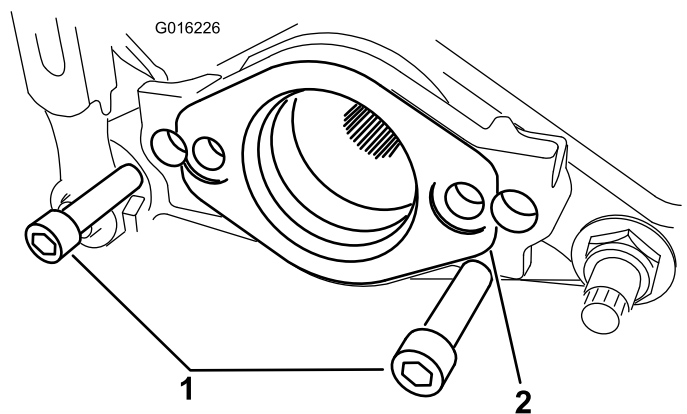

图3
7. 如果要将此套件安装到 **TriFlex 3300、3320、3400 或 3420 机器**上请卸下将马达支架固定至滚刀组左端的2个螺栓。拆下马达支架 (图3)。